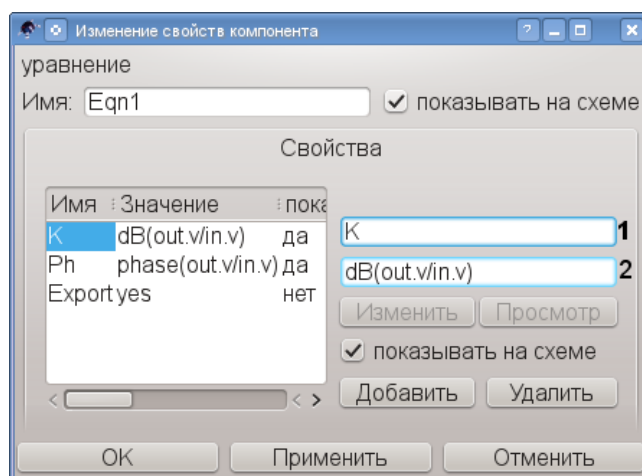

Рис. 12. Задание уравнений.
Теперь, чтобы получить зависимость коэффициента усиления от частоты для нашего усилителя нужно, задать уравнение, по которому он будет рассчитываться. Для этого дважды щёлкаем мышью по компоненту «Уравнение» и входим в окно редактирования уравнений (рис. 12) Мы поместили узел являющийся входом схемы как `in`, а являющийся выходом схемы как `out`. Частотному образу (зависимости напряжения от частоты) напряжения на выходе будет соответствовать выражение `out.v`, а на входе `in.v`.
Чтобы получить коэффициент усиления, нужно поделить напряжение на выходе на напряжение на входе. Для этого вводим в окне на рис.12 в поле ввода (1) символ `K`, а в поле ввода (2) — выражение `dB(out.v/in.v)`. Функция `dB()` пересчитывает значение коэффициента усиления в децибелах (дБ). Теперь когда поля ввода заполнены, нажимаем кнопку «Добавить». Можно переходить к редактированию нового уравнения, по которому будет рассчитываться ФЧХ.